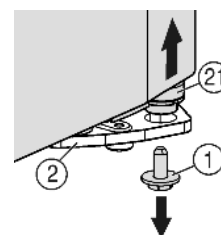
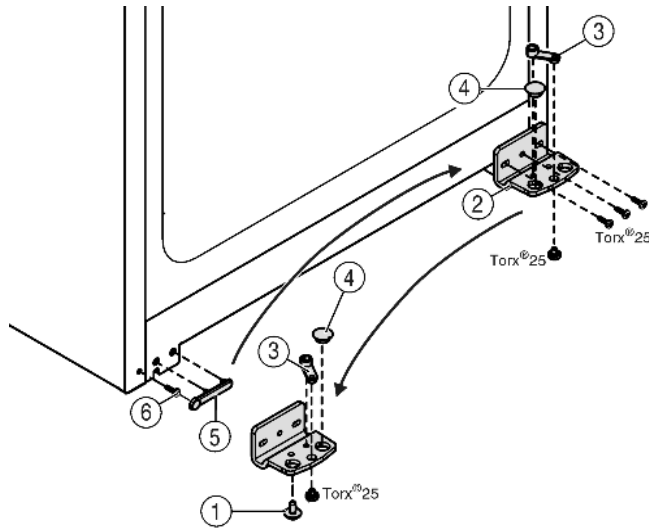

Fig. 4
Fig. 5
- ▶ Внизу справа на опорном кронштейне выкрутите фиксирующий винт Fig. 4 (1).
- ▷ Опорный палец Fig. 4 (21) можно извлечь из опорного кронштейна Fig. 5 (2).
- ▶ Если не удается извлечь опорный палец Fig. 4 (21), нажмите на него снизу.
- ▶ Открутите опорный кронштейн Fig. 5 (2).
- ▶ Открутите опорную деталь Fig. 5 (3) и, переставив в отверстие на противоположной стороне опорного кронштейна, снова прикрутите.
- ▶ Извлеките заглушку Fig. 5 (4) из опорного кронштейна и переставьте ее в отверстие на противоположной стороне опорного кронштейна.
- ▶ Осторожно снимите крышку со стороны ручки Fig. 5 (5).
- ▶ Выкрутите болт Fig. 5 (6) и вкрутите на противоположной стороне.
- ▶ Снова установите крышку Fig. 5 (5).
- ▶ Снова прикрутите опорный кронштейн Fig. 5 (2) на новой стороне шарнира (с моментом 4 Нм). При необходимости используйте аккумуляторный шуруповерт.
- ▶ Вкрутите фиксирующий винт Fig. 4 (1) вниз в опорный палец и затяните (с моментом 4 Нм).